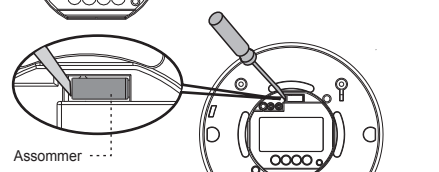

FIG. 22
- 2 : À l'aide du petit tournevis plat, déplacer l'interrupteur à glissière vers la position souhaitée, tel qu'indiqué à la FIG. 22.